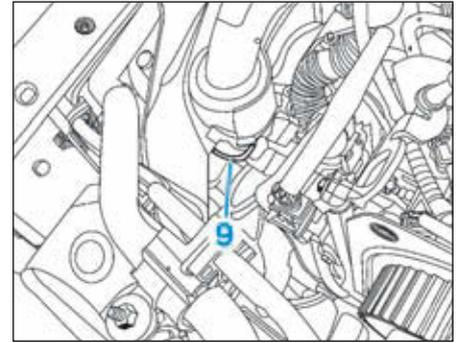

FIG.62
- Tirer l'agrafe (9) et écarter le conduit d'air de l'échangeur (Fig.62).